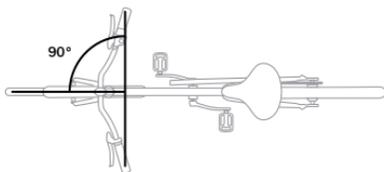

図 1.3: ハンドルバーとサドルの正しい向き。
- ハンドルバーがホイールに対して90度である(図 1.3)。
- サドルがバイクの中心と同一線上にある(図 1.3)。